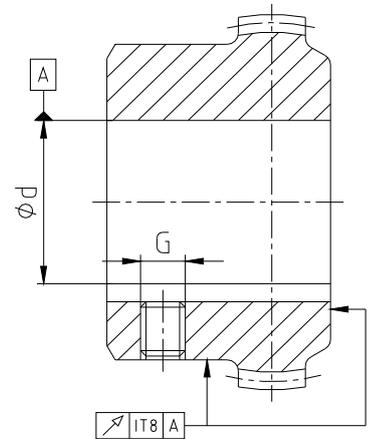

Figura 9: precisión de concentricidad y de perpendicularidad
- Los agujeros de mangón o los agujeros de la brida del acoplamiento que sean mecanizados por el cliente tienen que observar la concentricidad y la perpendicularidad (ver figura 9).